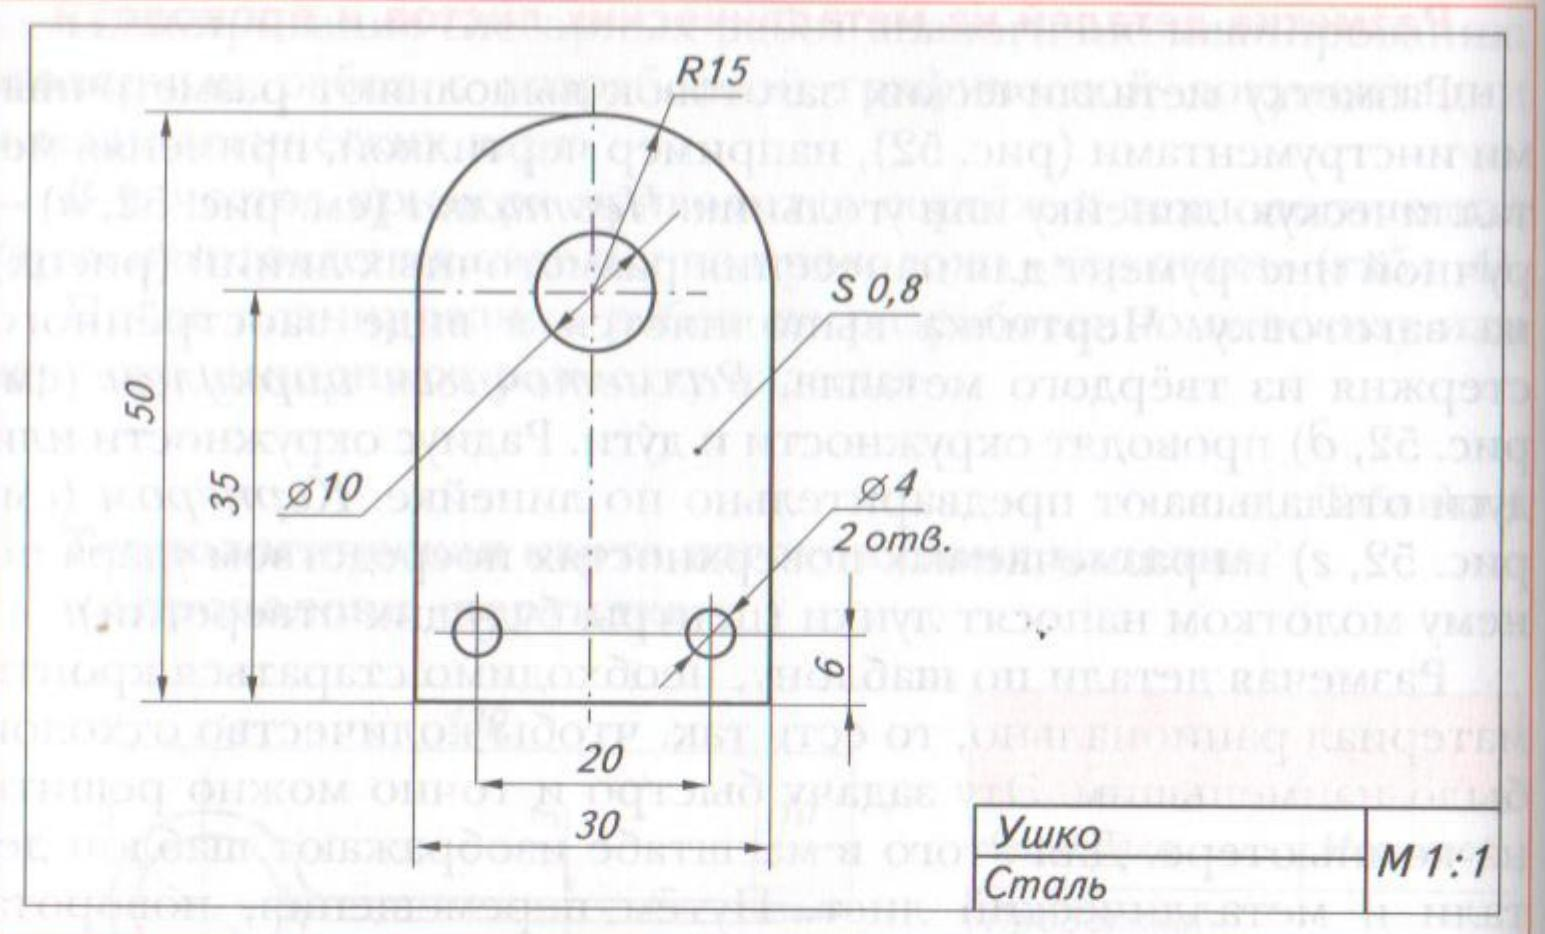

Рис. 53 Чертёж металлической детали «Ушко»
- Составь графическое изображение превращения заготовки в деталь (см. рис. 12), маршрутную или технологическую карту на изготовление простейшей металлической детали изделия своего творческого проекта или изделия «ушко» (см. рис. 53).
Изготовь шаблон для разметки детали «ушко» (см. рис. 53) и разметь наибольшее число деталей из листа размером  $180 \times 200$  мм. Сколько получается деталей? Эту задачу реши на компьютере с помощью программы Microsoft Office Word. Для этого по горизонтальным и вертикальным линейкам рабочей области программы вычерти заготовку размером  $200 \times 180$  мм и деталь размером  $50 \times 30$  мм. Копируя, поворачивая и перемещая детали по заготовке, разметь их наибольшее количество. Схему распечатай.